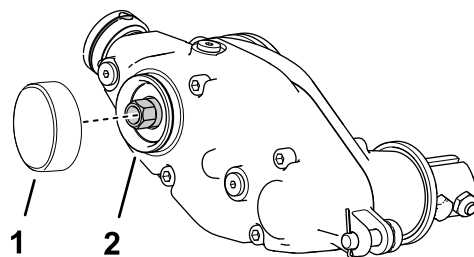

图14
1. 在卡环槽周围和外直径表面涂抹中等强度的圆柱固持胶（如 Green Loctite 609®）（图14）。
2. 如图14所示安装盖子。